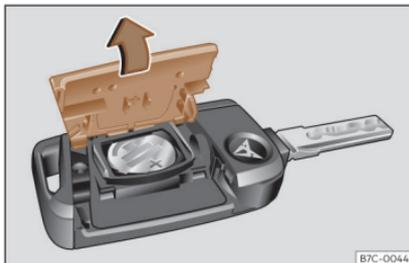

Fig. 67 Clé du véhicule : ouverture du cache du logement des piles.
- Retirez le couvercle de la partie arrière de la clé du véhicule >>> fig. 67 dans le sens de la flèche >>> ⚠.
- Placez le couvercle comme indiqué >>> fig. 67, et appuyez-le sur le boîtier de la clé du véhicule dans le sens contraire de la flèche jusqu'à ce qu'il s'encastre.